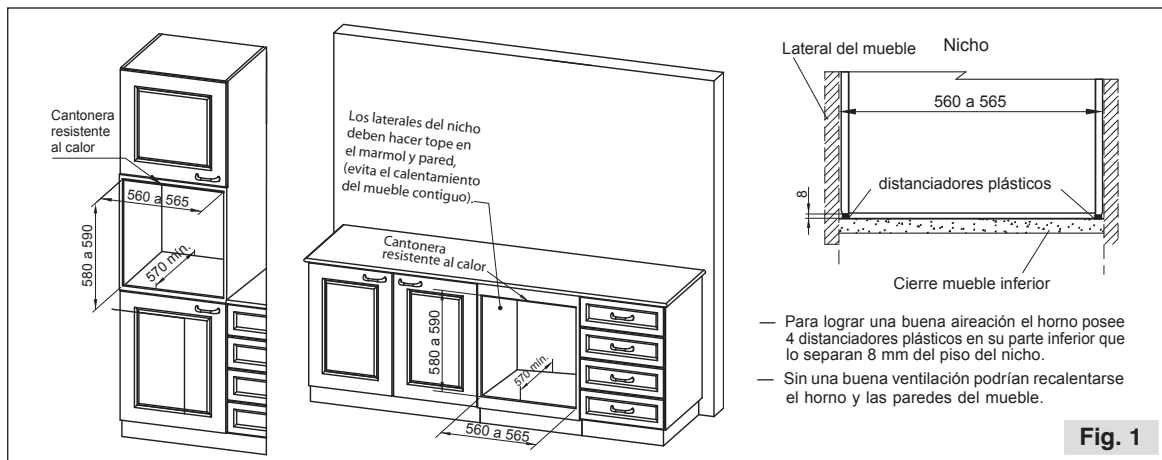

Fig. 1
- Para garantizar el buen funcionamiento del horno, el compartimiento debe tener las dimensiones indicadas. Los materiales y recubrimientos deben ser resistentes a temperaturas de hasta 90°, ya sea sobre o bajo mesada (Fig. 1).
- Se recomienda que el canto superior del frente del nicho sea metálico. Se debe aislar con lana de vidrio y lámina de aluminio los laterales interiores del nicho. (Fig. 1).